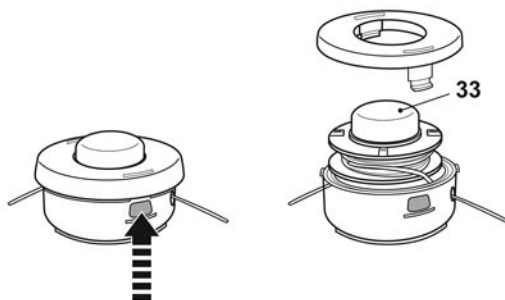

Рис. 32
- > Чтобы заменить катушку, нажмите на язычки на крышке режущей головки и откройте крышку. Поверните (при необходимости), чтобы снять использованную катушку и заменить ее новой катушкой того же типа (рис. 32).